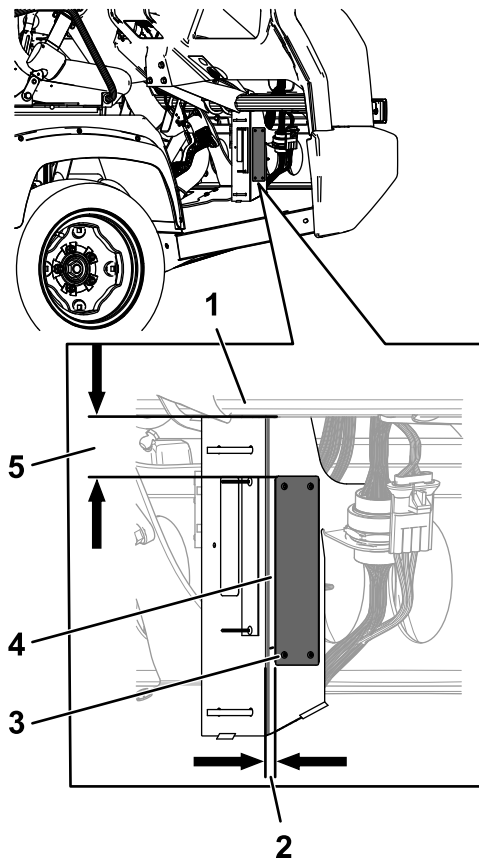

Рисунок 8
1. Установите табличку с заводским номером с помощью 4 закладных заклепок (3 x 10 мм) в месте, показанном на Рисунок 8.